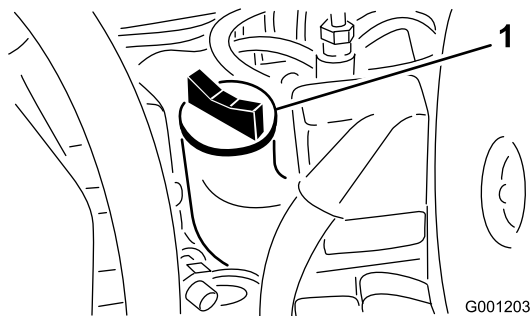

Figura 23
5. Se o nível de óleo se encontrar abaixo da marca Full (Cheio) da vareta, retire a tampa de enchimento (Figura 23) e adicione óleo até que o nível atinja a marca Full. **Não encha demasiado.**